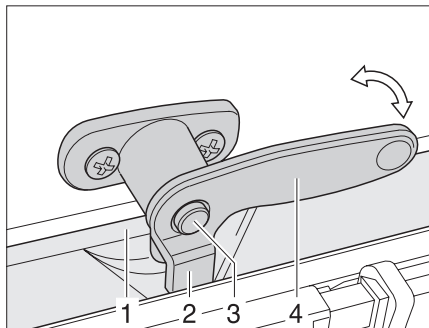

Fig. 24 Leva di serraggio con bottone di sicurezza in posizione "chiuso"
- ▶ Se presente, premere il bottone di sicurezza (Fig. 24,3) e mantenerlo premuto.